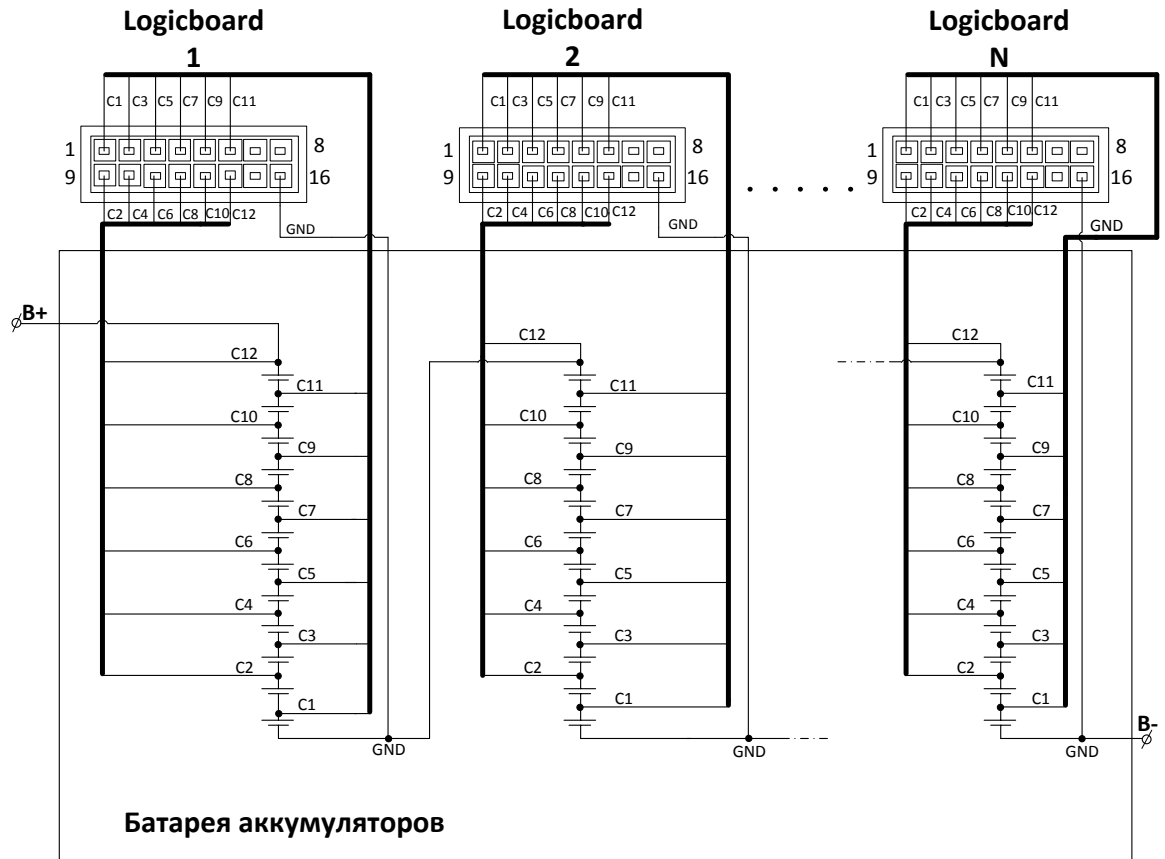

Рис.5 Подключение батареи аккумуляторов с Logicboard
4. Подключение батареи (см. рис.5). Начинать подключение следует с минуса батареи (B-). GND первой платы подключается к B-. Далее, подключается первая ячейка (C1) батареи, далее вторая и т.д.